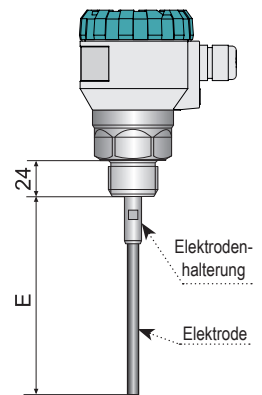

Abb. 30: Skizze des Füllstandsmessers mit dem Maß „E“
1. Fertigen Sie die Messelektrode anhand der Skizze an (Abb. 30). Die Länge der Elektrode muss um 7 mm kürzer sein, als das Maß „E“ in der Abb. 27. Als Material der Messelektrode ist Edelstahl 1.4404 (AISI 316 L) oder ähnlicher Werkstoff anhand der Anwendung zu verwenden.